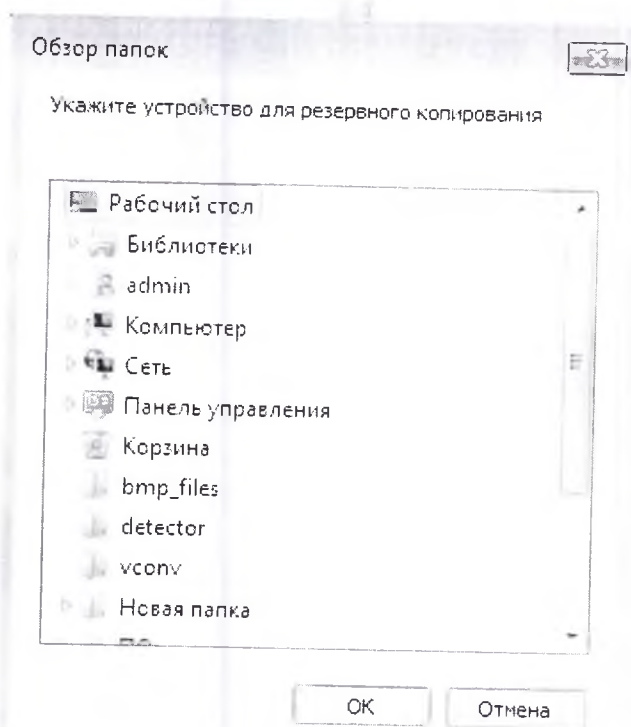

Рисунок 11 – Вкладка выбора пути сохранения исследования
4) кнопку  [Копировать], позволяющую осуществлять резервное копирование результатов исследования на жесткий диск ПК или внешний носитель. При нажатии кнопки появится вкладка выбора пути для резервного копирования (рисунок 11). Кнопка расположена в правой части строки исследования;